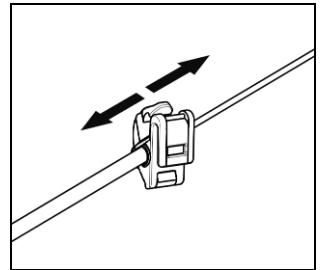

Abb. 17
- Schließen den Clip wieder (Abb. 17).